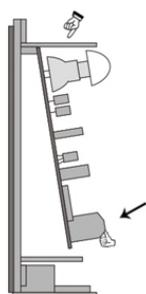

Fig.6
5. Schließen Sie die Klemmenbox gemäß den folgenden Verdrahtungsanweisungen an. Hinweis: Wenn Sie die Fotozellplatte beim Einstecken aus der Basis entfernen müssen, gehen Sie wie folgt vor: Wenn die Verbindung abgeschlossen ist, legen Sie die Platte wieder in die Box (siehe Abb. 4, Abb. 6).